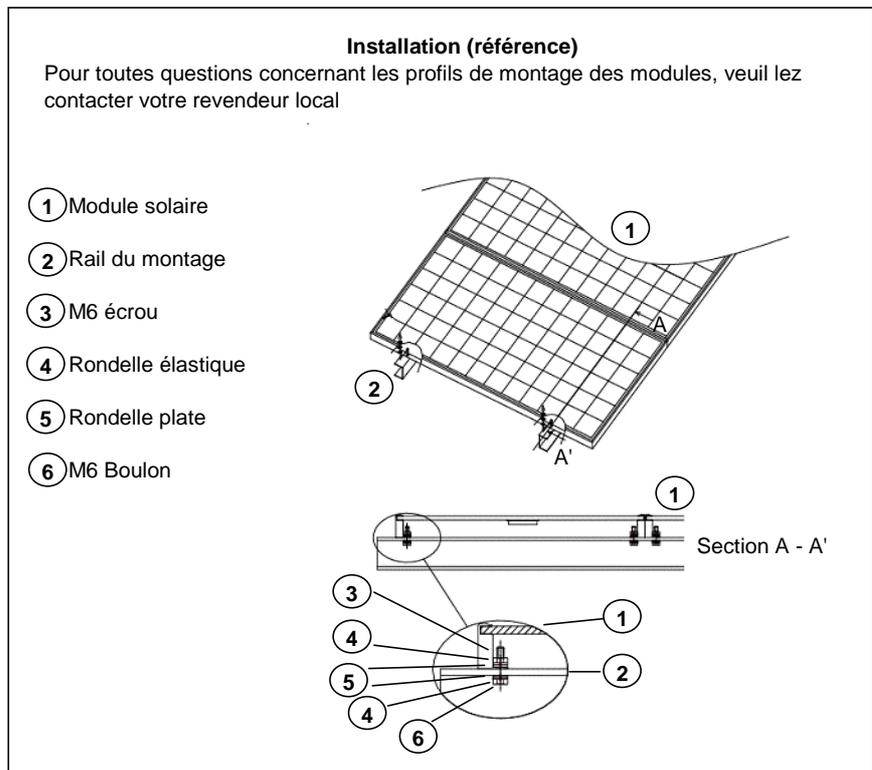

Figure 1: Installation
- Nous conseillons les méthodes d'installation illustrées à la Figure 1.